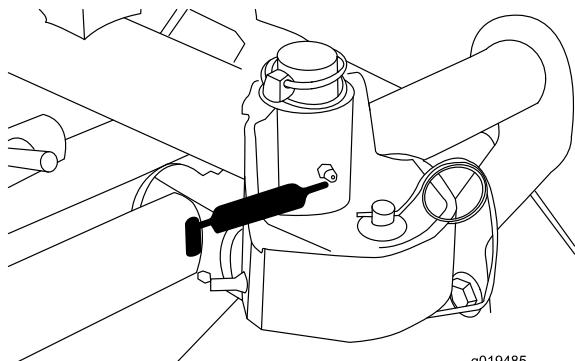

図 44
- カッティングユニットのキャリアフレームとピボット各 図 44.